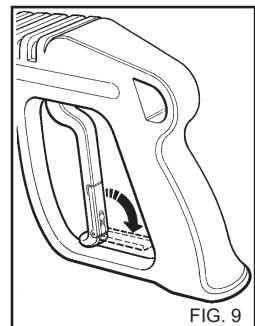

FIG. 9
- Wanneer de hogedruk-waterspuit niet wordt gebruikt, de beveiliging van de handgreep sluiten.(fig.9)